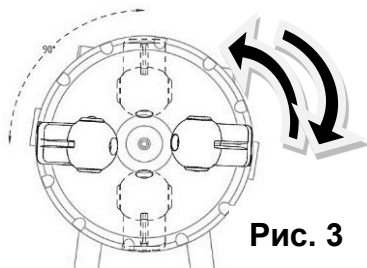

Рис. 3
- Слегка открутите накидную гайку, поверните крышку распылителя в необходимое положение. (Рис. 3)